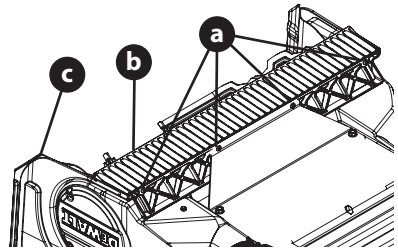

Figura 20
- Extraiga los cuatro tornillos estrella (a) que sujetan la placa de raspado (b) a la caja de la barrena (c) (Figura 20).